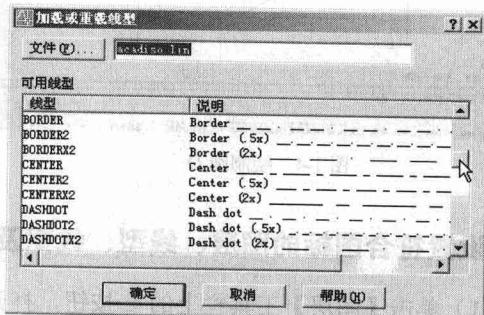

图 1-9 【加载或重载线型】对话框
(7) 单击【加载(L)...】按钮，打开【加载或重载线型】对话框，如图 1-9 所示。该对话框列出了线型文件中包含的所有线型，用户在列表框中选择所需的一种或几种线型，再单击【确定】按钮，这些线型就被加载到系统中。当前线型文件是“acadiso.lin”，单击【文件(F)...】按钮，可选择其他的线型库文件。本例设定的线型其轮廓线层为“Continuous”，中心线层为“CENTER”，虚线层为“DASHED”。